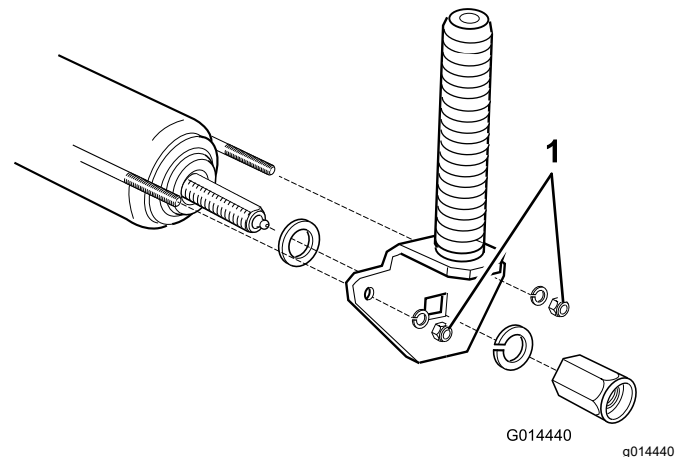

Figura 82
2. Apriete las tuercas con 4 giros completos para añadir la tensión correcta al alambre (Figura 82).